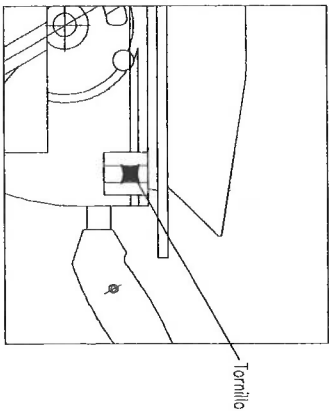

Fig. 3
- 2.- Desmontar la mesa superior regulable (Fig. 3). Para ello, afloje los dos tornillos, situados en los ángulos opuestos justo debajo de la mesa, y tire suavemente hacia arriba.